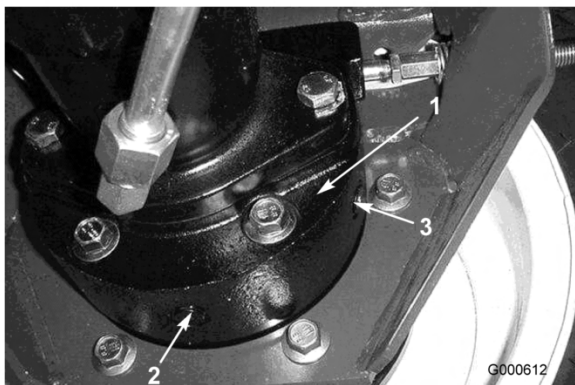

Figura 44
3. Coloque um outro recipiente de escoamento debaixo da estrutura dos travões, que se encontra do lado oposto da roda (Figura 44).